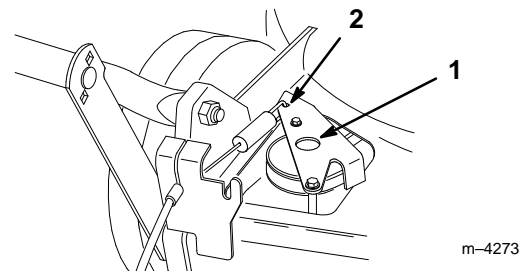

Figure 21
3. Pousser le support de traction vers le bas jusqu'à ce qu'il touche la tondeuse, et le maintenir dans cette position (Fig. 21).